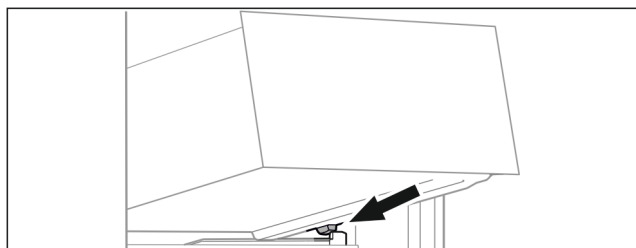

Fig. 91
- ▶ Nasad'te zásuvku šikmo za zarážky na žebrování na nádoby. (viz Fig. 91)